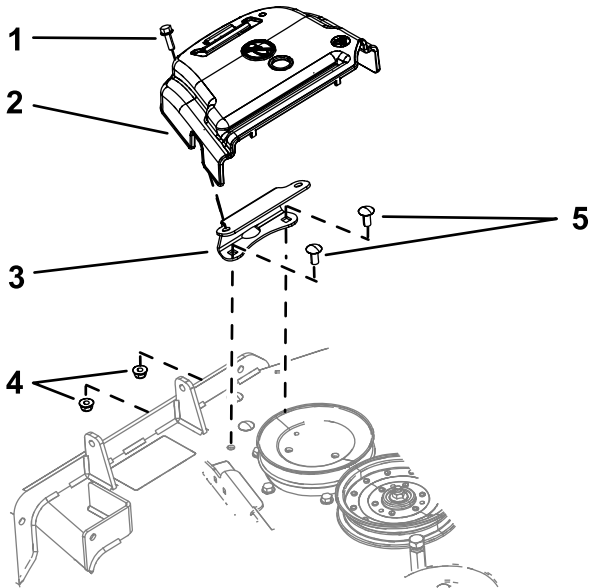

Figure 2
1. Desserrez le boulon qui fixe le protège-courroie au plateau en le tournant dans le sens antihoraire (Figure 2).
2. Déposez le protège-courroie OEM et le boulon du support de fixation (Figure 2).
1. Retirez les 2 boulons et les 2 écrous à embase qui fixent le support de fixation du protège-courroie sur le plateau (Figure 2).